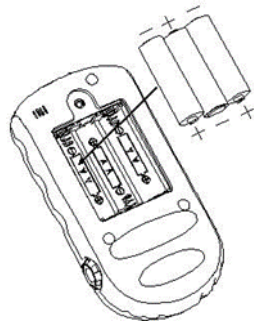

図 2-1
1) コインまたは普通のマイナスドライバを使用して、図 2-1 に示すように背面パネルを開きます